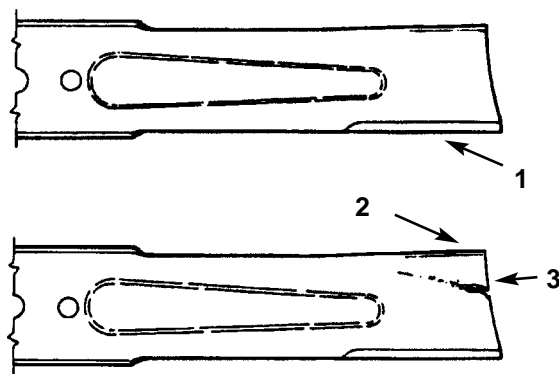

Figure 35
2. Examiner les arêtes tranchantes (Fig. 35). Si elles sont émoussées ou ébréchées, déposer la/les lame(s) et la/les affûter; se reporter à la section *Affûtage de la/des lame(s)*.
3. Examiner la/les lame(s), en particulier la zone courbe (Fig. 35). Remplacer la lame au moindre signe de dégât, d'usure ou si une fissure se forme à cet endroit (Fig. 35).
3. Enlever le boulon (clé 5/8 pouce), la rondelle bombée et la lame (Fig. 35). On peut, si on le désire, placer un bloc de bois entre la lame et la tondeuse pour bloquer la lame quand le boulon est enlevé.